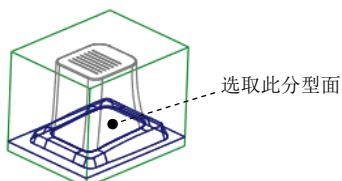

图 2.11 选取分型面
Step3. 在系统`为分割工件选择分型面`的提示下,选取图 2.11 所示的分型面,并单击“选择”对话框中的`确定`按钮。